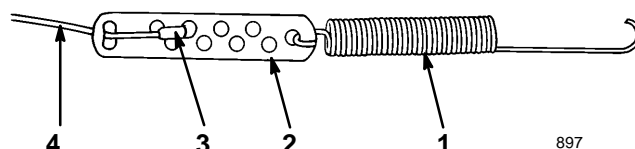

Figure 11
1. Accrocher le ressort dans le trou rond à l'extrémité du réglage de câble (Fig. 11).
2. Fixer l'extrémité du câble au réglage de câble comme illustré à la figure 11.